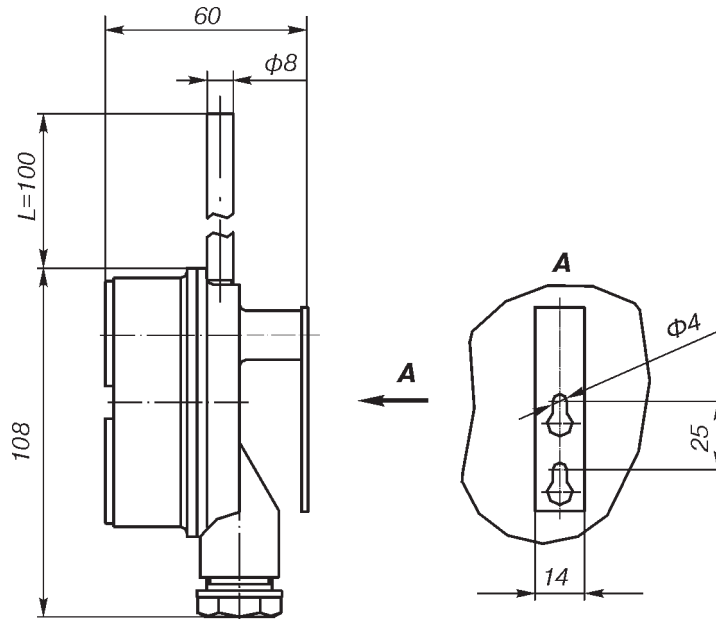

Рис.26.
Назначение: термопреобразователи сопротивления с унифицированным выходным сигналом **ТСПУ Метран-276 по рис.26** предназначены для измерения температуры воздуха в помещениях различного назначения.
Для всех исполнений, кроме рис.26:
Для исполнений по рис.26:
26¹⁾ по рис.26 (только для ТСПУ Метран-276)
27¹⁾ по рис.26 (только для ТСПУ Метран-276-Exia)
5. Длина монтажной части, L, мм (табл. 4, 5, 6, 7, рис.26). Дополнительно для ТХАУ Метран-271 через знак "/" указывается длина наружной части, которое выбирается из ряда 120, 160, 200. Значение 120 выбрано по умолчанию, 160 и 200 дополнительно оговаривается при заказе (рис.1-8, 10-19, 24). Пример обозначения опции для ТХАУ Метран-271 "500/120".